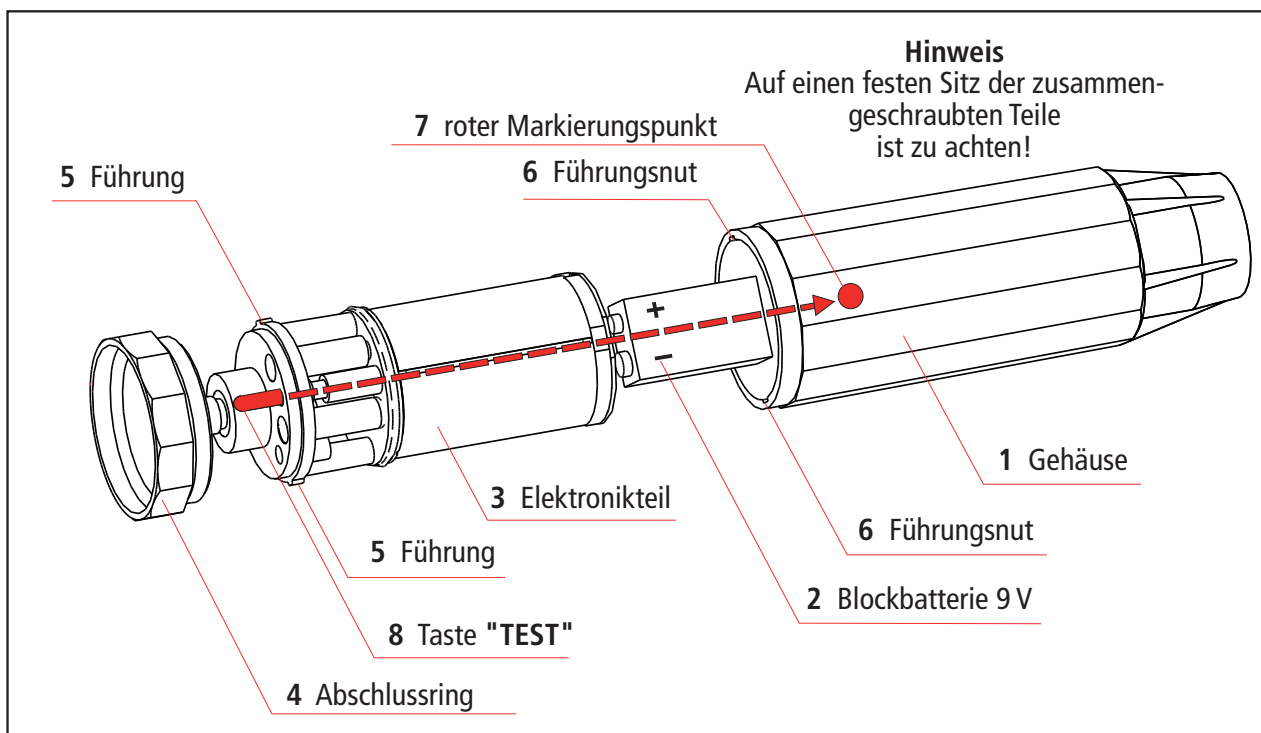

Fig. 9.1
9.1 Batteriewechsel (siehe Fig. 9.1)
9.2 Durch Linksdrehung des Abschlussrings (4) am unteren Ende des Anzeigergerätes ist das Gehäuse (1) zu öffnen (die Isolierstange muss dazu nicht abgeschraubt werden) (siehe Fig. 9.1).
9.3 Danach kann der Elektronikteil 3 aus dem Gehäuse gezogen werden (siehe Fig. 9.1).
- 9.6 Der Zusammenbau erfolgt in umgekehrter Reihenfolge. Beim Einschieben des Elektronikteils (3) ist darauf zu achten, dass die rote Taste "TEST" (8) und der rote Markierungspunkt (7) übereinstimmen (siehe Pfeil in Bild 9.1). Die beiden Führungen (5) müssen in die Führungsnuten (6) eingreifen. Nach dem Einschieben des Elektronikteils (3) ist der Abschlussring (4) vollständig mit dem Gehäuse (1) zu verschrauben (siehe Fig. 9.1, Seite 16).
Durch den Zusammenbau von Elektronikteil und Gehäuse wird die elektrische Verbindung zwischen Elektronik und Prüfspitze wieder hergestellt (siehe Fig. 9.1, Seite 16). Anschlussbuchse oben im Elektronikteil und Kontaktstift am Gehäuseboden). Der Zusammenbau muss deshalb mit entsprechender Sorgfalt und ohne Gewaltanwendung erfolgen.